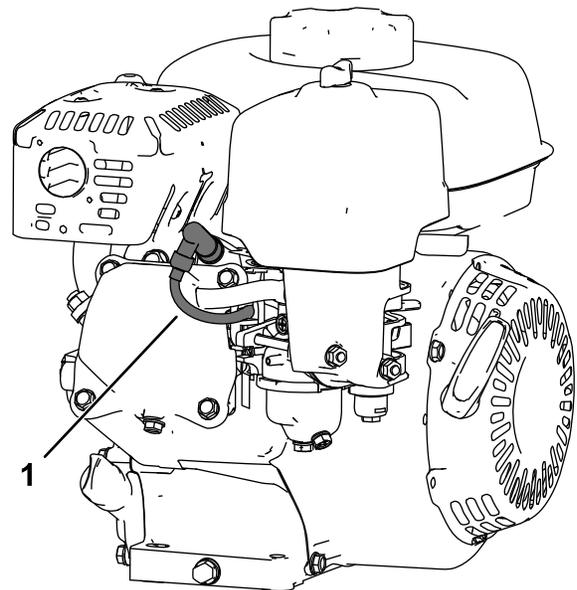

Bild 14
5. Ziehen Sie den Kerzenstecker ab (Bild 14).